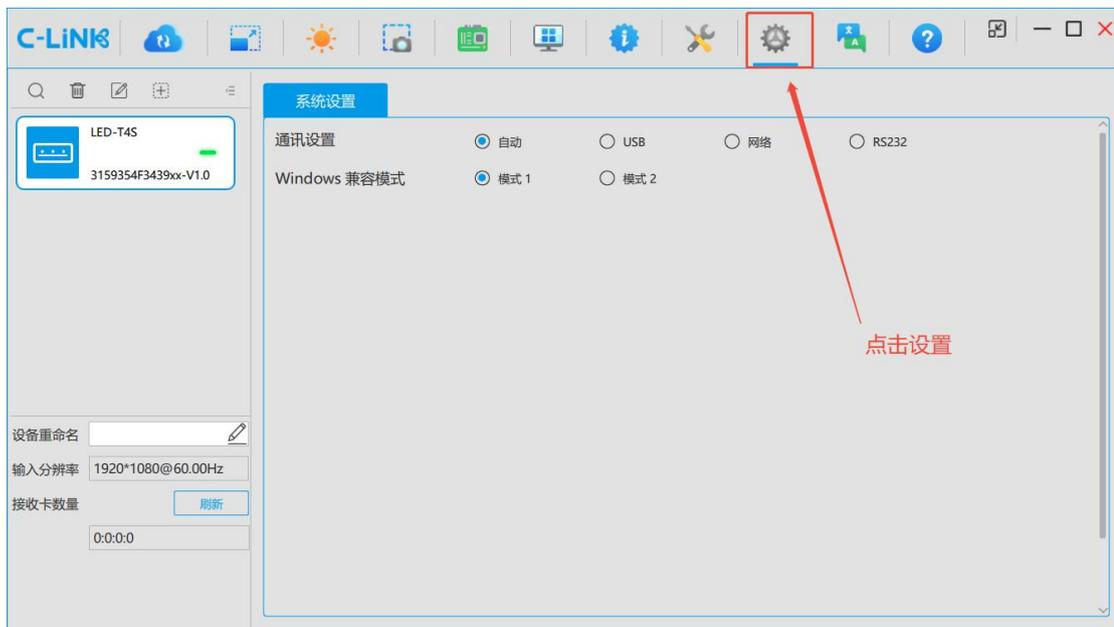

图 15-1 系统设置
- 步骤 1 打开 CLINK 软件点击“设置”页签如图 15-1